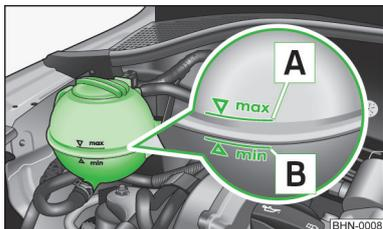

Fig. 116
La denominazione del liquido di raffreddamento si trova sul serbatoio di compensazione del liquido di raffreddamento » **fig. 116 a pagina 140.**
- Non riempire il liquido di raffreddamento al di sopra della tacca **A** » **fig. 116 a pagina 140.**
Serbatoio di compensazione liquido di raffreddamento » fig. 116
➤ Controllare il livello di liquido di raffreddamento nel serbatoio di espansione del liquido di raffreddamento » fig. 116.
A motore caldo, il risultato del controllo potrebbe essere impreciso. Il livello può essere anche al di sopra della tacca **A** » fig. 116.